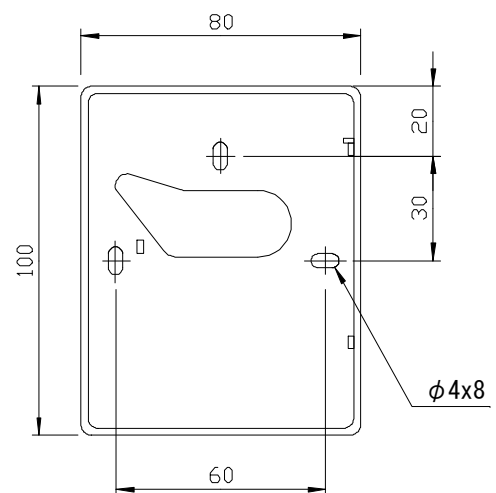

図 2 TR9290 ベースプレート寸法図(mm)
- ① 配線貫通穴に配線を通し、3 箇所のネジ穴を使用しビスで取付けます。(図2 参照)